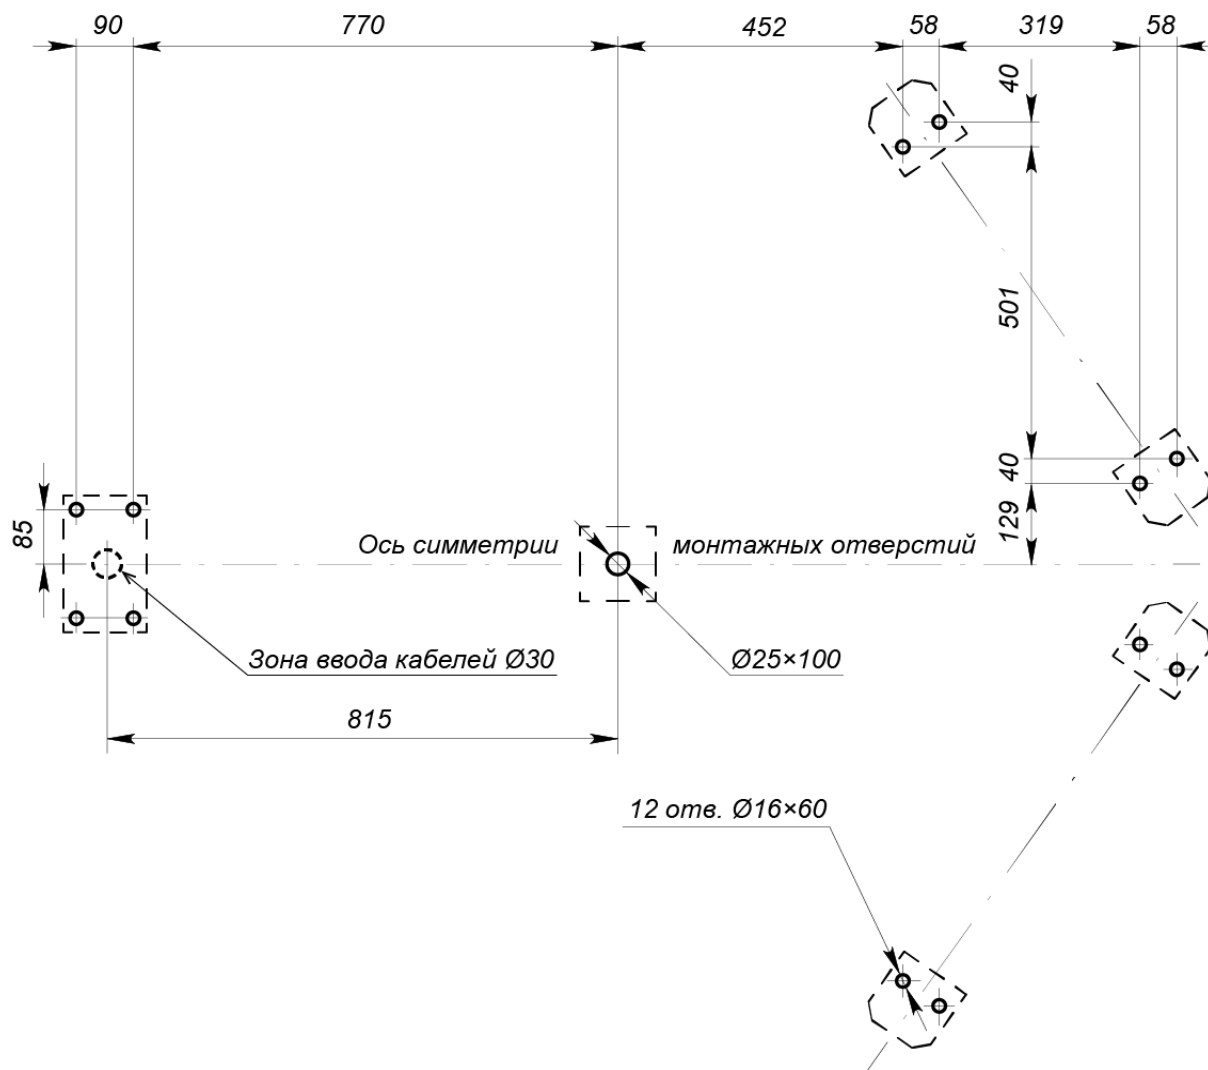
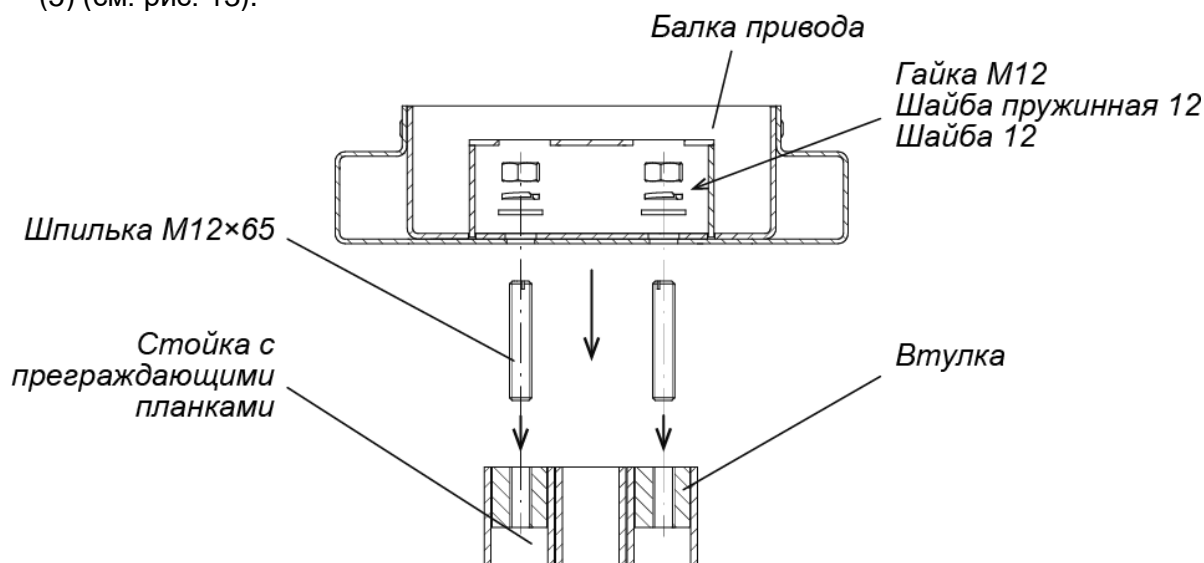
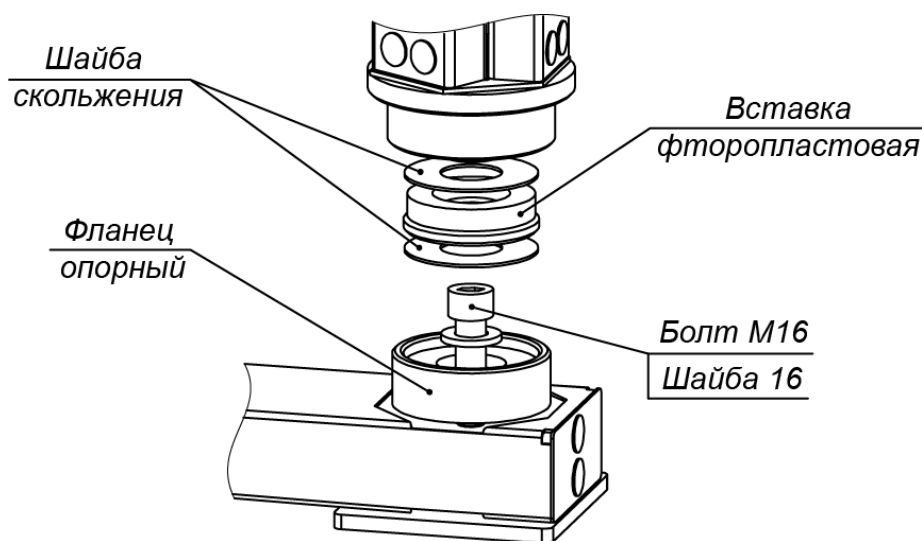

Рисунок 12. Схема разметки для установки турникета¹
Рисунок 13. Крепление балки привода к стойке с преграждающими планками
Рисунок 16. Нижний узел вращения ротора.
3. Выполните на установочной поверхности разметку отверстий для монтажа турникета. Используйте шаблон из комплекта поставки, но затем обязательно проверьте истинность расстояний в соответствии с рис. 12.
5. Произведите разделку отверстий и, при необходимости, кабельных каналов. Проложите в кабельных каналах необходимые кабели питания (13, 16), устройства *Fire Alarm* (14), ПДУ (15) и дополнительного оборудования, концы кабелей выведите к зоне ввода кабелей в турникет (см. рис. 12).
- Установите секции (6) формователя прохода на установочную поверхность, ориентируя отверстия в опорных фланцах по расположению анкеров. При этом левая и правая секции должны быть правильно выставлены и сориентированы: блоки индикации (11) формователей должны быть развернуты от оси симметрии (см. рис. 12).
9. Распакуйте и установите стойку с преграждающими планками (5) (ящик №3, работайте вдвоем!):
- Вверните две шпильки М12×65 в верхнюю часть стойки с преграждающими планками (5) (см. рис. 13).
- Положите стойку с преграждающими планками на установочную поверхность таким образом, чтобы фланец находился рядом с зоной ввода кабелей (рис. 12). Затем, используя монтажную проволоку, протяните кабели питания турникета (13), питания подсветки прохода (16) и кабели управления через нижнее отверстие в стойке с преграждающими планками со стороны фланца вверх по стойке до выхода из ее верхнего отверстия. Отрегулируйте длину концов кабелей на выходе из верхнего отверстия, которая должна составлять не менее 1 м.
- Установите стойку с преграждающими планками на отверстия с анкерами в установочной поверхности вдоль оси симметрии, при этом фланец должен встать на зону ввода кабелей, а место нижнего узла вращения (3) – на отверстие с анкером М16 (см. рис. 12). Вставьте на место опорный фланец нижнего узла вращения (см. рис. 16).
10. Из ящика №4 распакуйте и установите лист (7) сверху на формирователь прохода (работайте вдвоем!):
- Сориентируйте лист (7) так, чтобы две шпильки, установленные в секциях, прошли через него, а две грани листа, вдоль каждой из которых расположен ряд из четырех отверстий, имеющих с нижней стороны листа выборку большего диаметра, находились бы над секциями.
- Аккуратно удерживая лист на весу, протяните кабели от блоков индикации (12) от левой и правой секции формирователя прохода через соответствующие отверстия в листе. Окончательно установите лист на место, будьте внимательны, не повредите кабели! Обратите внимание на то, чтобы установленные на секциях резьбовые втулки вошли в отверстия в листе, обеспечивая плотное прилегание листа к поверхностям секций.
11. Из ящика №1 распакуйте и установите балку привода (8) (работайте вдвоем!):
- Придерживая балку, осторожно приподнимите ее поочередно с каждой из сторон и пропустите концы кабелей в соответствующие отверстия балки привода: кабели индикации (12) из формователя прохода, а также кабели питания и управления из стойки с преграждающими планками.
- Закрепите балку привода четырьмя гайками M12 с шайбами (см. рис. 13 и 15), накрутив их на шпильки с помощью торцового ключа S19. Затяжка гаек предварительная, для возможности регулировки положения;
- Стяните лист (7) с балкой привода (8) снизу двумя винтами M6×30, вкрутив их в резьбовые отверстия со стороны стойки с преграждающими планками.
12. Соберите ротор (1) (работайте вдвоем!):
- Соберите нижний узел вращения (3) ротора в стойке с преграждающими планками (5) (см. рис. 16). Две шайбы скольжения и находящаяся между ними фторопластовая вставка должны лежать в узле без перекосов, опираясь на всю опорную поверхность, симметрично относительно оси ротора (верхняя шайба скольжения приклеена к валу ротора). При этом гладкие поверхности шайб скольжения должны быть ориентированы на вставку. Допускается применение на поверхностях скольжения молибденовой смазки.